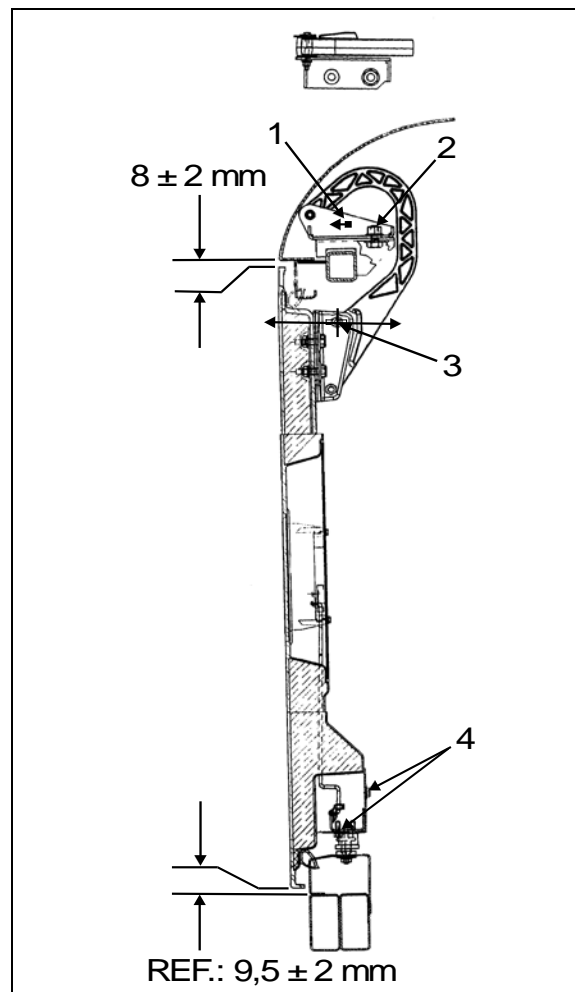

FIGURE 80 : CHARNIÈRE DE PORTE SUPÉRIEURE
2. Desserrer l'écrou (2, Figure 80).
3. Déplacer la pièce (1, Figure 80) le plus près possible de l'extérieur de l'autocar, de façon à ce qu'il y ait suffisamment d'espace pour que la porte s'ouvre.
4. Desserrer l'écrou (2, Figure 80).
5. Desserrer l'écrou (3, Figure 80). La charnière permet à la porte de bouger vers l'intérieur ou l'extérieur.
nécessaire, se servir de l'ajustement permis par la pièce mobile numéro 1, Figure 80.